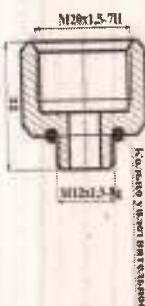

Рисунок 2. Втулка переходная
2.3.1 Для установки контрольного манометра необходимо закрыть кран (по схеме), выкрутить заглушку (9) и установить контрольный манометр на место заглушки. При установке контрольного манометра с присоединительной резьбой M20x1,5 на место заглушки (9) сначала устанавливается переходная втулка (рис.2), а затем к ней присоединяется контрольный манометр. Далее повернуть ручку (3) установить пробку (5) в положение подачи среды на контрольный манометр (по схеме). Демонтаж контрольного манометра производится в обратном порядке.